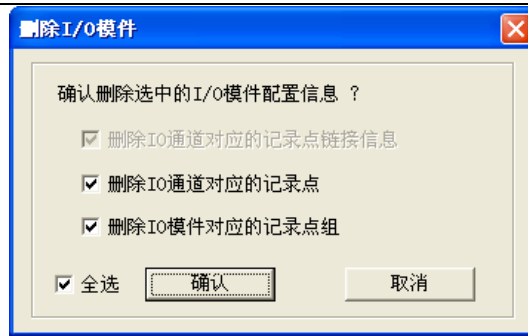

图 4-22 删除 IO 模块
- 单个删除时，选中要删除的 I/O 模块，点击“IO”按钮，然后选择“删除 I/O 模块”，或者单击鼠标右键选择“删除 I/O 模块”。删除 IO 模块时，弹出如图 4-22 所示的提示框。在该弹出框内自主勾选需要连带删除的信息。
3. 全部删除时，点击根节点目录“**I/O 模块**”，单击鼠标右键选择“**删除所有 I/O 模块**”菜单。全部删除 IO 时，同样弹出如图 4-22 所示的删除信息提示框。